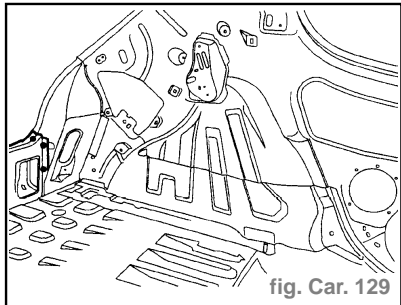

fig. Car. 129
- Souder par points électriques (avec l'équipement **BA1**) (fig. Car. 129).